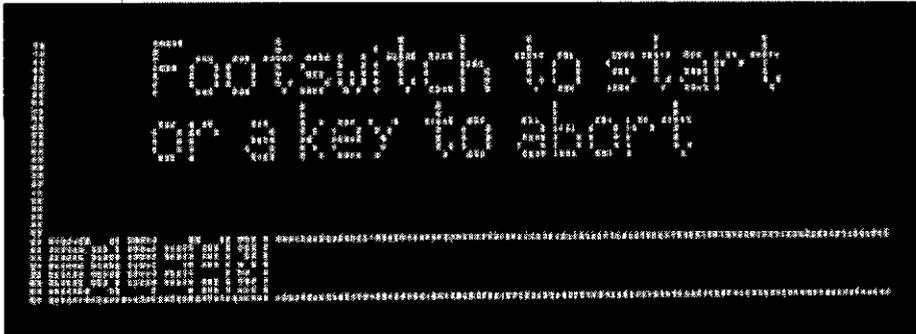

Fig. 10
**Aparato en modo CLEAN Fig. 10** - El aparato está equipado con la función CLEAN que permite llevar a cabo un ciclo de limpieza del circuito hidráulico. Esta función debe ser llevada a cabo al finalizar el uso del aparato antes de limpiarlo, desinfectarlo y esterilizarlo en todas sus partes.